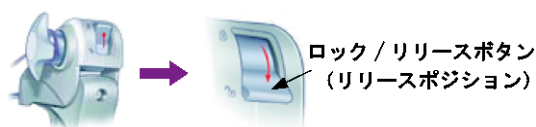

図5
11. テンションホイールを使用した場合は、ロック/リリースボタンを押し下げて縫合糸を開放します(図5)。